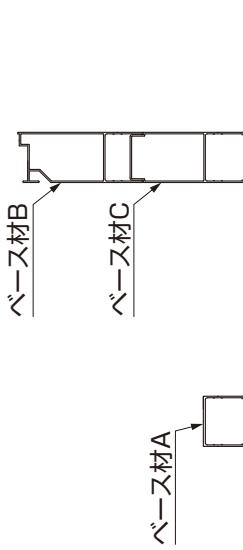
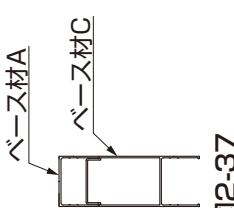
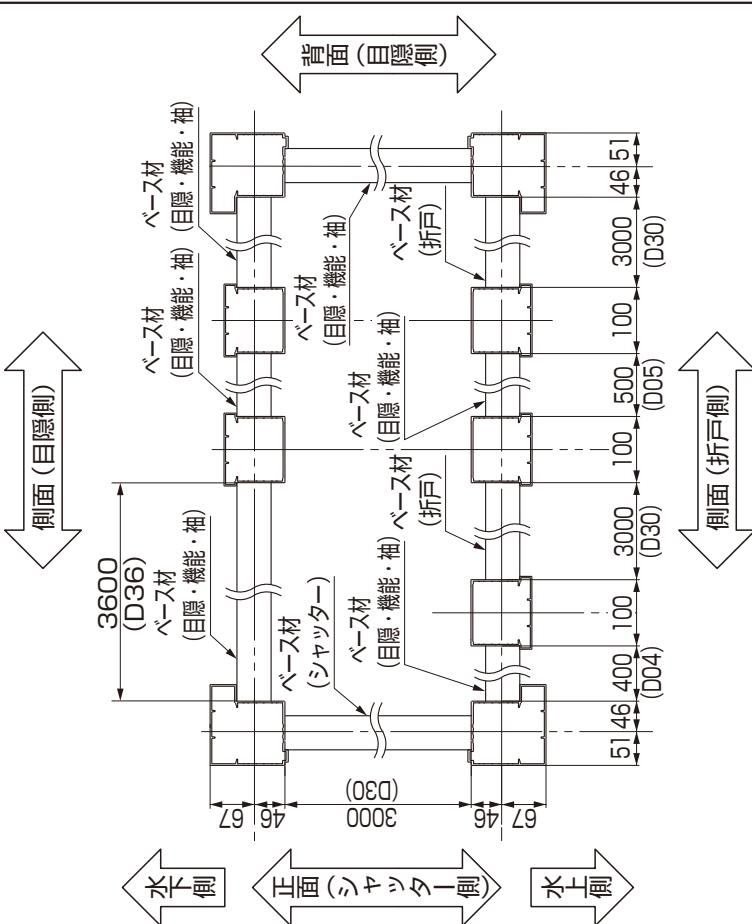

図2-35
図2-36
図2-37
(2) ベース材の配置
①ベース材の配置を確認してください。
- ベース材には種類があります。(図2-35、図2-36、図2-37参照)